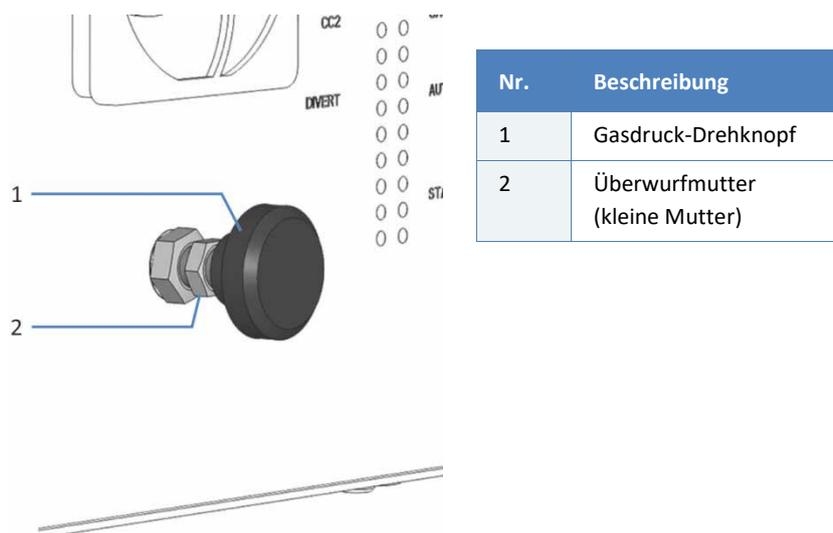

Abbildung 28: Gasdruck-Drehknopf am Corona Veo Detektor
4. Lösen Sie die Überwurfmutter am Gasdruck-Drehknopf (Nr. 2 in Abbildung 28).